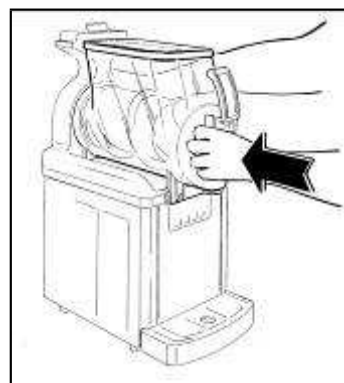

Рис. 38
- Установить на место контейнер, удостоверившись, что уплотнительная прокладка обеспечивает герметичность (см. Рисунок 38).